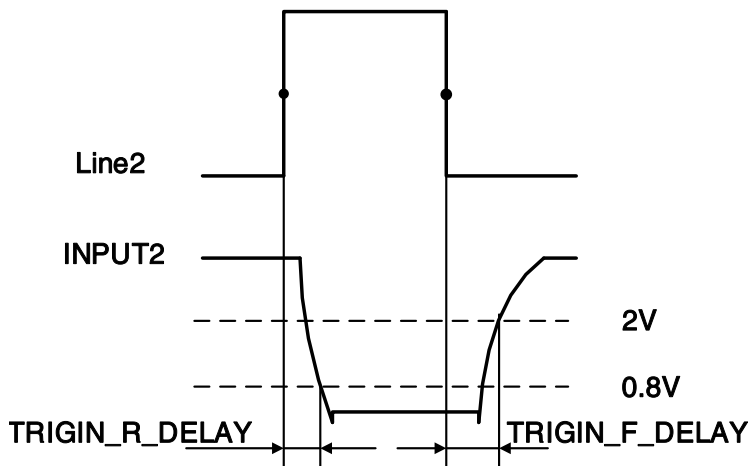

图 7-27 Line2 配置为输入引脚时电路延时参数
- 输入上升沿延时: $<2\mu\text{s}$ ($0^{\circ}\text{C}\sim 45^{\circ}\text{C}$)，参数说明见图 7-27
- 输入下降沿延时: $<2\mu\text{s}$ ($0^{\circ}\text{C}\sim 45^{\circ}\text{C}$)，参数说明见图 7-27